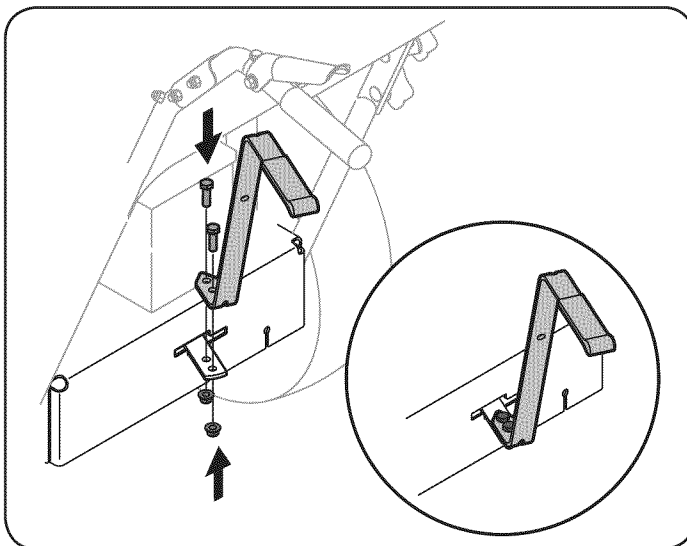

Figura 6
3. Coloque la palanca de cambios superior en posición vertical alineando los orificios de la palanca con los de la placa de cambios. Vea la Figura 6.
4. Asegure la palanca a la placa usando los dos tornillos y las dos tuercas extraídos anteriormente. Vea el recuadro de la Figura 6.